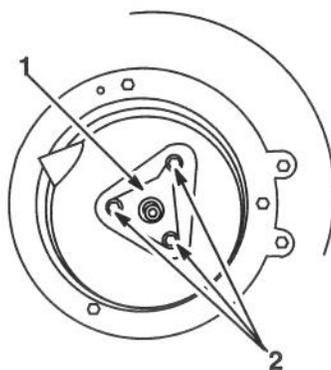

Figure 33
4. Retirer les boulons fixant l'échappement et le support du vilebrequin (Fig. 33).